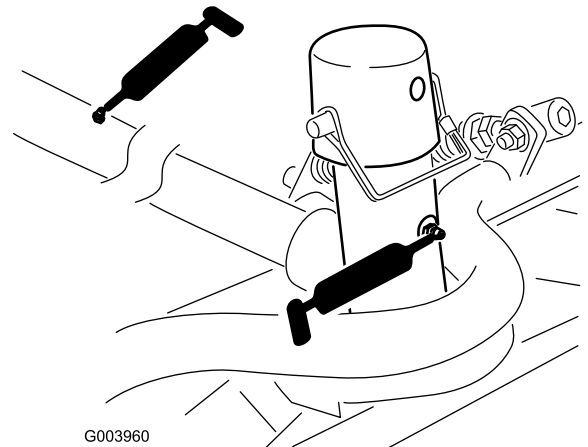

Figura 38
- Pivotes del brazo de elevación (1 en cada) (Figura 38)
- Bastidor de tiro y pivote de la unidad de corte (2 en cada) (Figura 38).